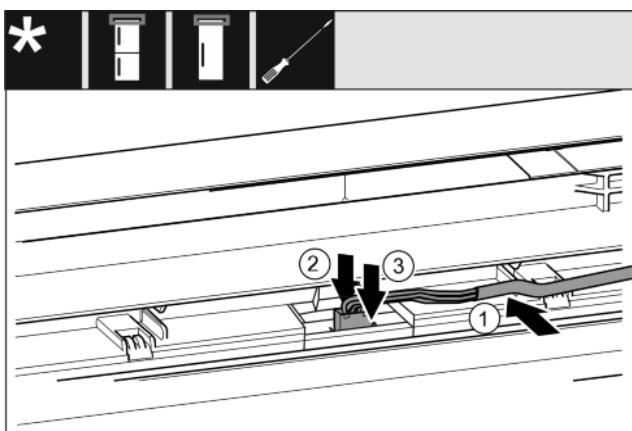

Fig. 35
- Sivý kábel vložte do vedenia v horných dverách. Fig. 35 (1)
- Výstupok potlačte dozadu Fig. 35 (2)
- Zaklapnite zástrčku. Fig. 35 (3)